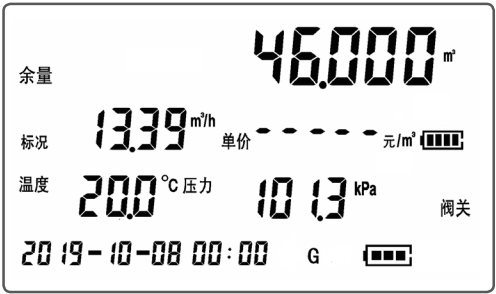

图 3
a. 未开户时，第一屏界面如图 3 所示，分别显示余量、标况流量、温度、压力、时间以及电池等信息。未开户“开户”不显示。